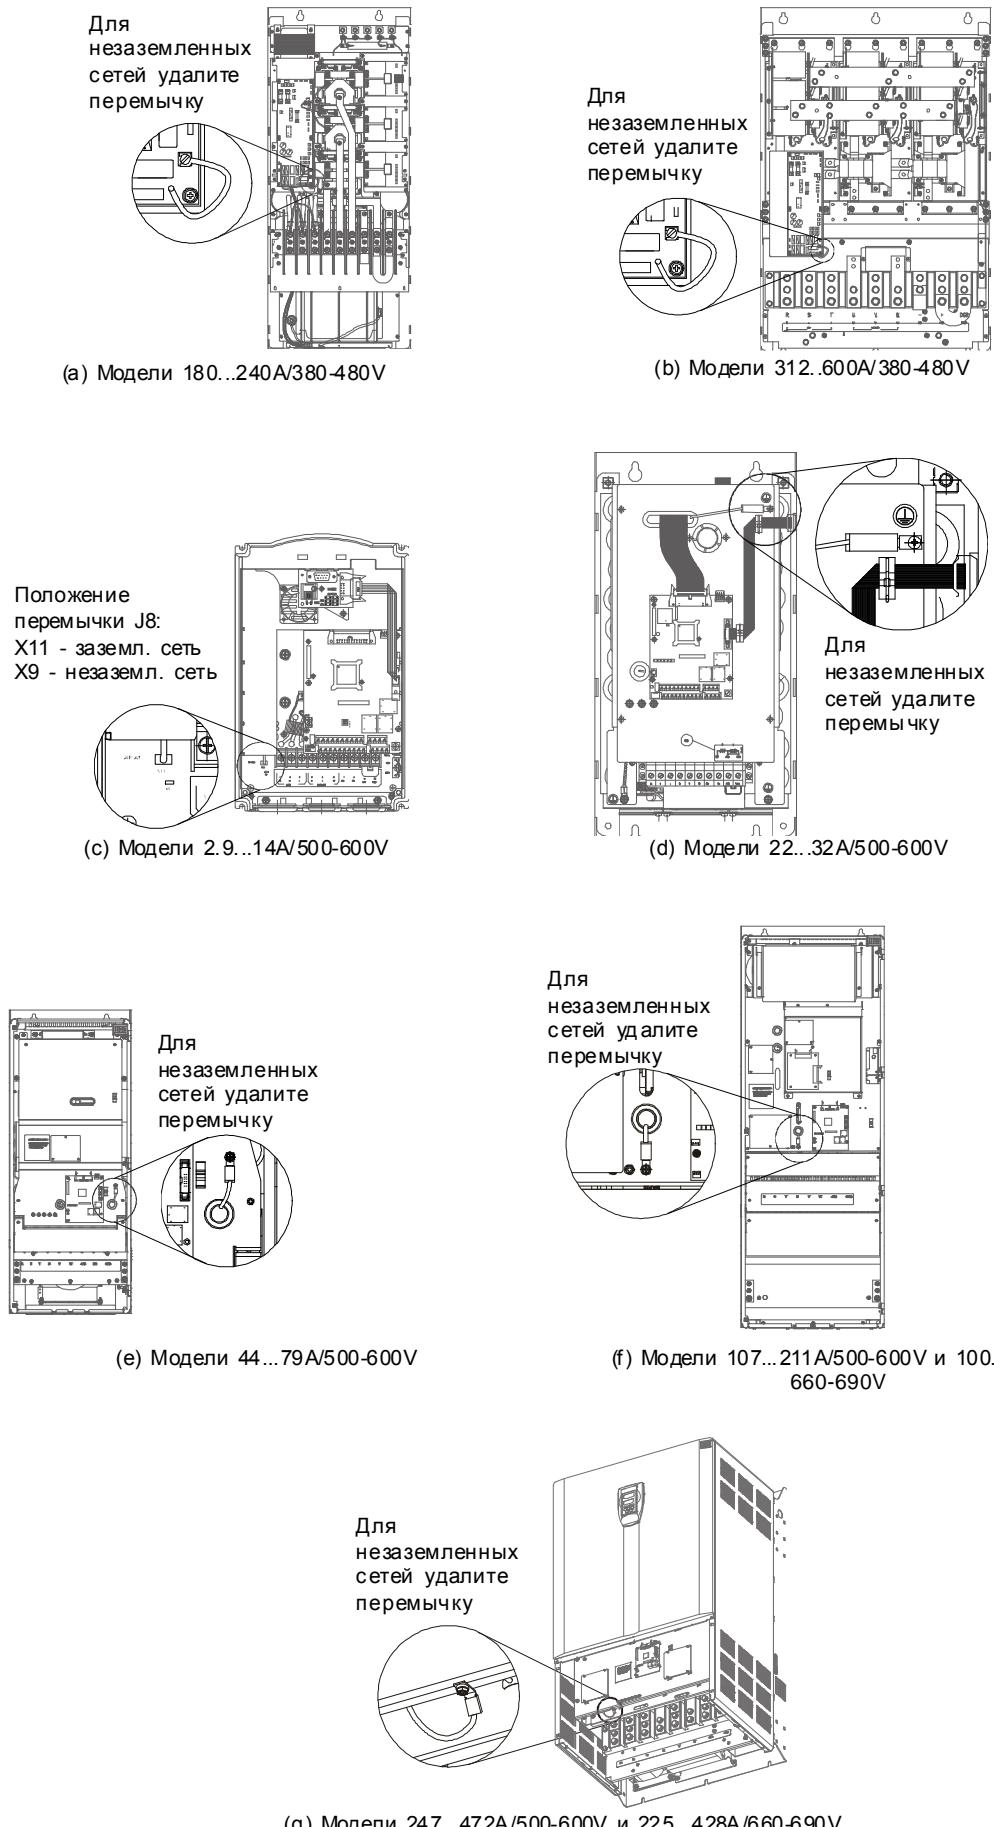

Рисунок 3.8 - Расположение перемычки отключения варистора и конденсатора между входом фазы и землей.
- Модели 180...600A/380-480V, 2.9...79A/500-600V, 107...472A/500-690V и 100...428A/660-690V имеют варистор и конденсатор, которые подключены между входом каждой из фаз и землей. При питании от незаземленной сети их следует отключить. Для этого удалите перемычку, показанную на рис. 3.8. Для доступа к ней, в моделях 500-600V/500-690V/660-690V необходимо снять (модели 2.9...14A/500-600V) или открыть (модели 22...79A/500-600V, 107...211A/500-690V и 100...179A/660-690V) переднюю стенку преобразователя. В моделях 247...472A/500-600V и 225...428A/660-690V необходимо снять крышку над соединениями. В моделях 180...600A/380-480V, кроме помимо снятия передней стенки нужно удалить монтажную панель (экран) платы управления.